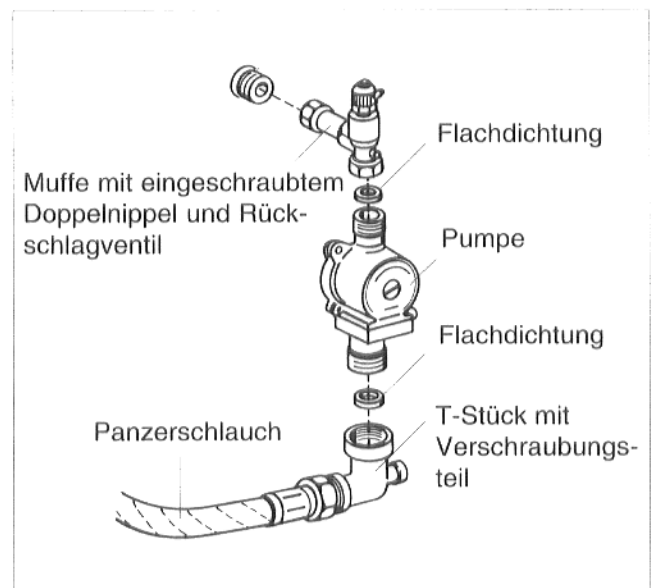

Abb. 6
- Muffe mit eingeschraubtem Doppelnippel und Rückschlagventil auf den Vorlaufanschluß des Speicher-Brauchwassererwärmers aufdichten (Abb. 6).
- Flachdichtung für die Pumpe (Ø 44 x 32 x 2) in die andere Überwurfmutter des Rückschlagventiles einlegen und Speicherladepumpe mit Fließrichtung nach oben am Rückschlagventil festschrauben (Abb. 6).
- Flachdichtung in die Überwurfmutter des T-Stückes mit Verschraubungsteil am Panzerschlauch einlegen und Panzerschlauch an der Saugseite der Speicherladepumpe anschrauben (Abb. 6).